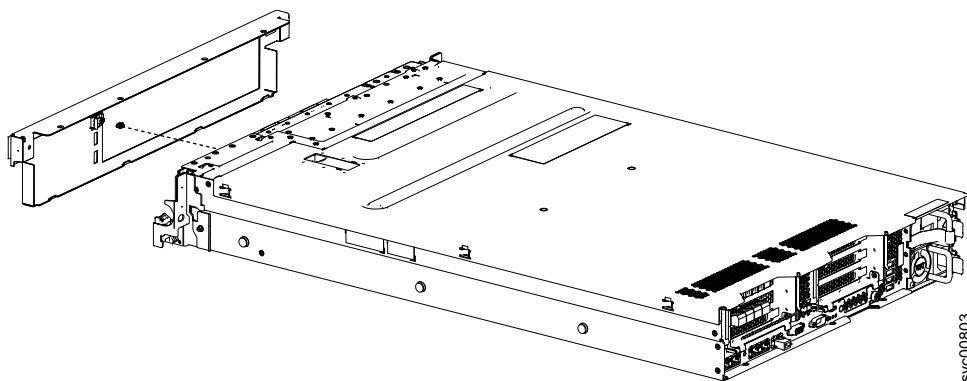

図 67. ベゼル・アセンブリー背面への LED ケーブルの接続
1. 85 ページの図 67 に示すように、LED ケーブルをベゼル・アセンブリー背面にある LED PCB に接続します。